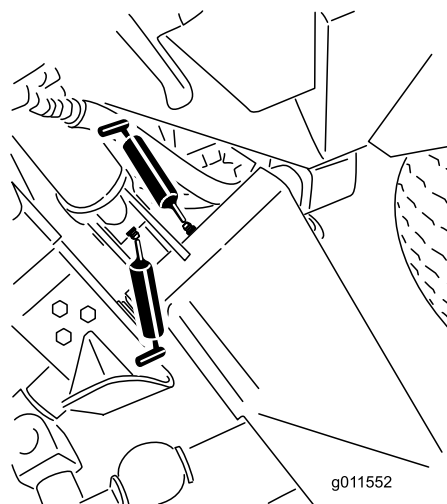
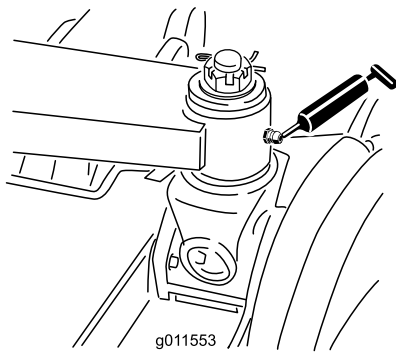

Figura 84
Figura 85
- 6 boccole del braccio di sollevamento principale (Figura 84 e Figura 85)